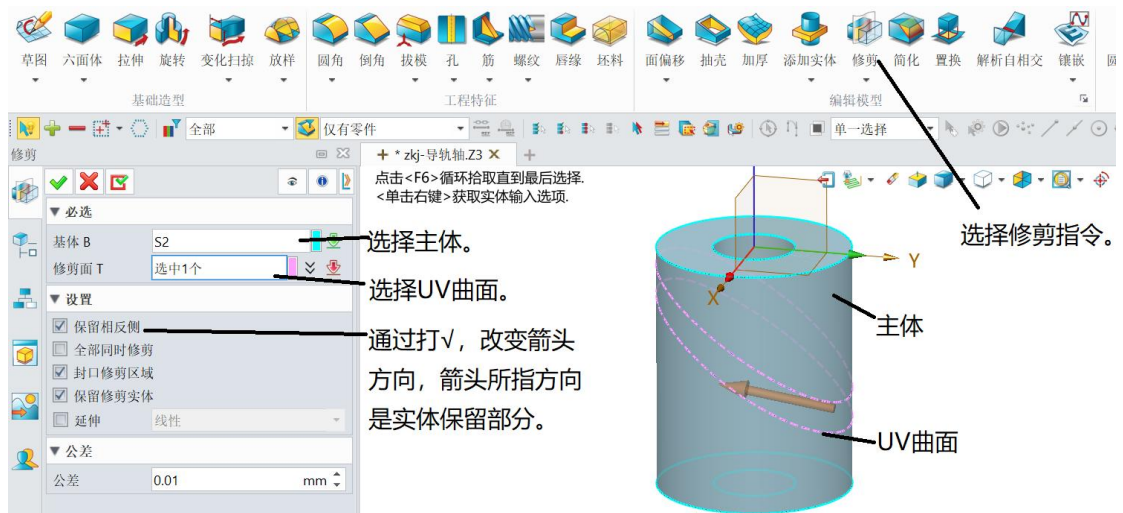

图 8-26 实体修剪
(4) 用 UV 曲面修剪主体，形成圆槽。如图 8-26 所示。